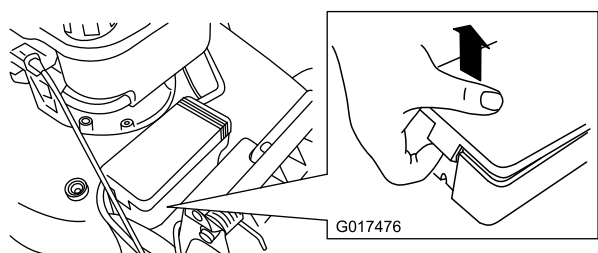

Figure 29
2. Dégagez les deux extrémités du couvercle de la batterie et déposez le couvercle (Figure 29).